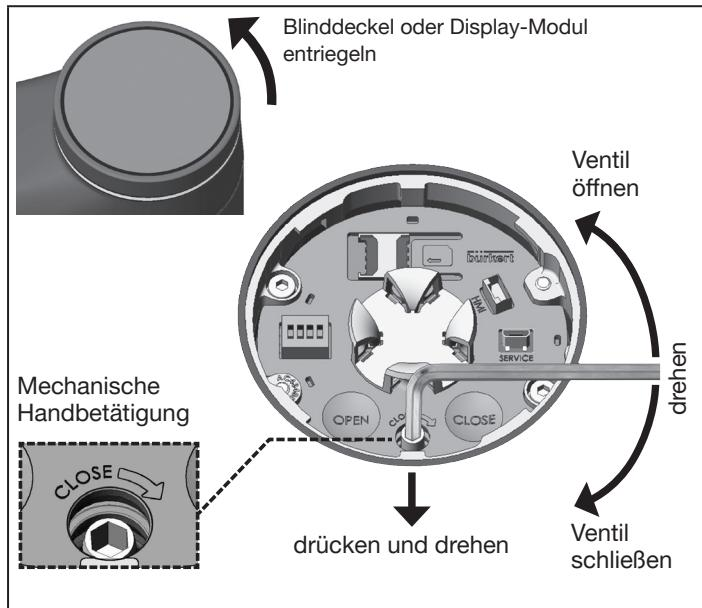
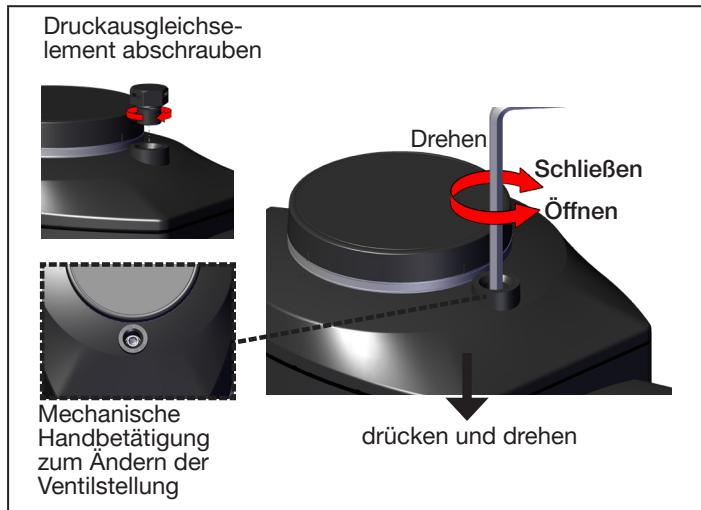

Abb. 28: Mechanische Handbetätigung AG2
Abb. 29: Mechanische Handbetätigung AG3
- Mit leichtem Druck die mechanische Handbetätigung einkuppeln und dabei gleichzeitig den Innensechskantschlüssel drehen (siehe „Abb. 28“ und „Abb. 29“).